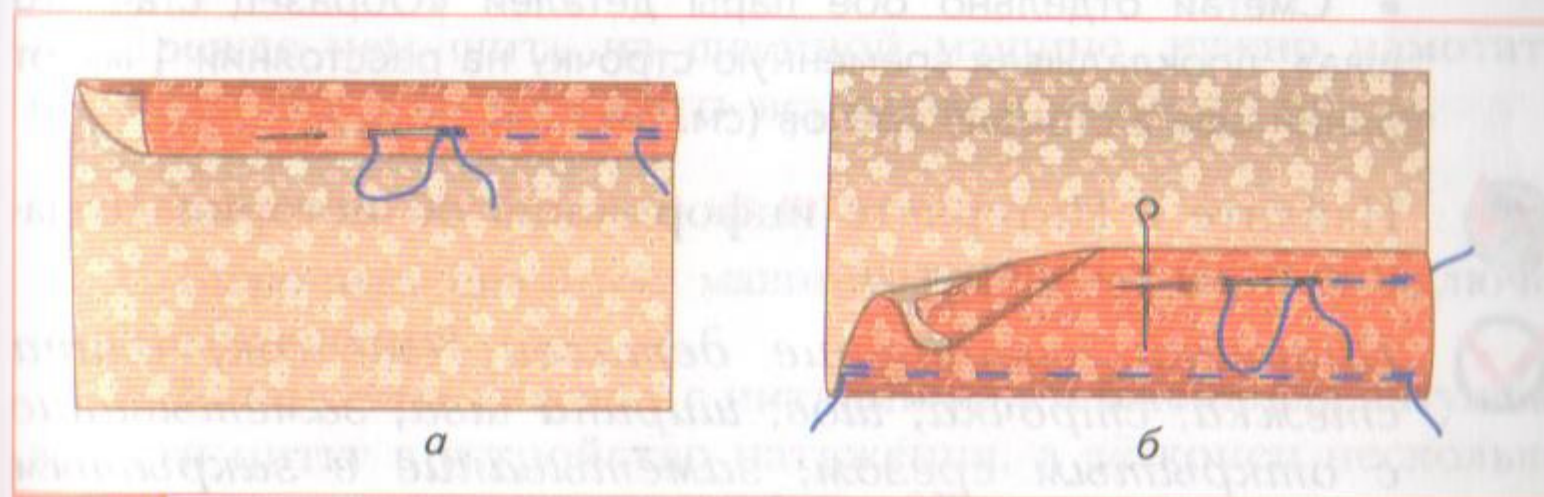

Рис. 95 Замётывание: а — с открытым срезом; б — с закрытым срезом
1. *Замётывание с открытым срезом* — припуск на подгибку детали подогнуть на изнаночную сторону так, чтобы сгиб прошёл точно по намеченной линии, проложить ручные прямые стежки, начало и конец строчки закрепить ручной закрепкой (рис. 95, а).
раз. Заколоть булавками. Ширина подгибки должна быть одинаковой по всей длине детали. Проложить ручные стежки близко ко второму сгибу (рис. 95, б).
- Подверни один раз припуск на подгибку детали «Образец шва вподгибку» (см. рис. 95, а) на изнаночную сторону и заметай.
- Подверни один раз припуск на подгибку 30 мм детали «Образец шва вподгибку» и заметай; подверни ещё раз припуск на подгибку на 10 мм и заметай (см. рис. 95, б).